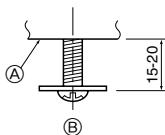
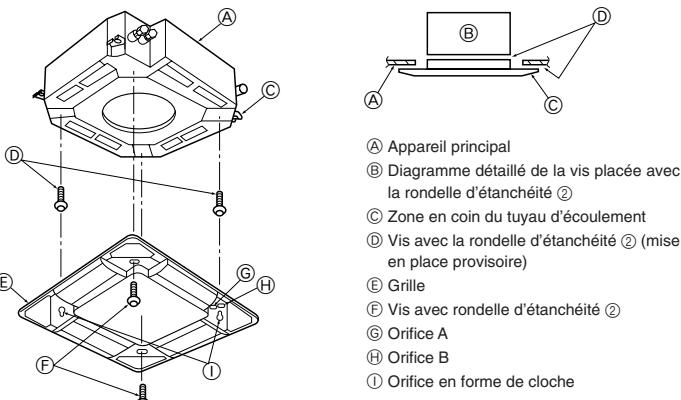

Fig. 5-5
Fig. 5-6
5.4.1. Préparatifs (Fig. 5-5)
- Installer les deux vis livrées, munies des rondelles d'étanchéité ②, dans l'appareil principal (dans le coin de la zone du tuyau d'écoulement et dans le coin opposé) comme indiqué sur le schéma.
5.4.2. Mise en place provisoire de la grille (Fig. 5-6)